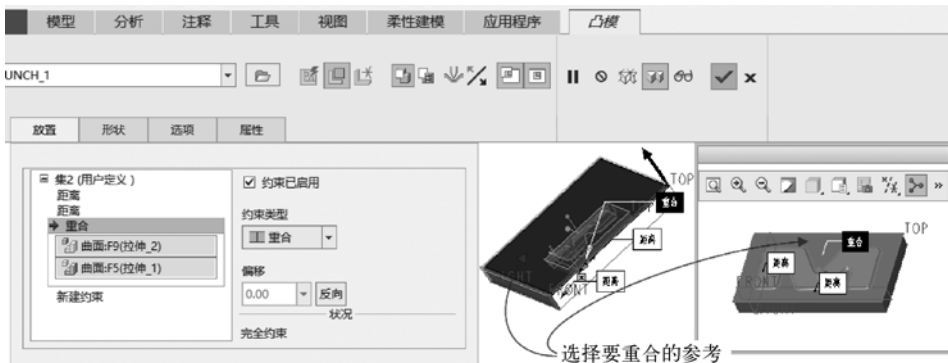

图 2-16 选择要重合的两个参考面
(7) 在“放置”面板的“集”列表框中单击“新建约束”，从“约束类型”下拉列表框中选择“距离”，从凸模参考零件中选择 RIGHT 基准平面，从钣金件中选择 RIGHT 基准平面，从“偏移”框中设置偏移距离为“50”。
(8) 在“放置”面板的“集 2 (用户定义)”列表框中单击“新建约束”，从“约束类型”下拉列表框中选择“重合”，在凸模参考零件中选择基座平面，在钣金件中选择相应的钣金底面（需要适当翻转模型视图），如图 2-16 所示。